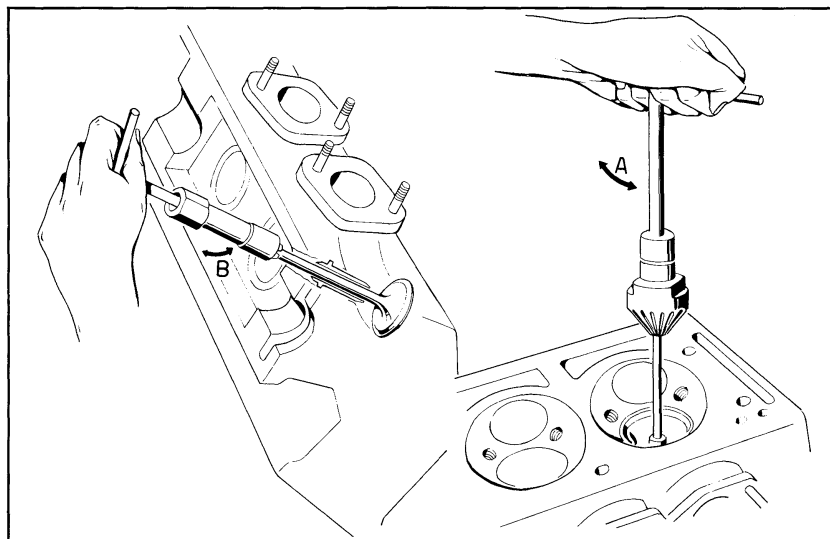

Fig. 73
Per eliminare tracce di carbone dalle camere di scoppio, dalle teste dei pistoni e dai condotti, non usare attrezzi appuntiti che potrebbero intaccare l'alluminio, ma adoperare solo tela smeriglio fine e paraffina. Se necessario, ritoccare la sede d'appoggio delle valvole usando un attrezzo per smerigliatura (A) e con le valvole smerigliare infine le sedi (B) (Fig. 73).
sharp tool to remove carbon deposit from the piston head, combustion chambers and manifolds as you might damage them. Use only very fine sand paper and paraffin. If necessary lap the valves using the proper lapping tool (A); with the valves, lap the seats (B) (Fig. 73).
Pour éliminer toute trace de carbone des chambres à explosion, des têtes des pistons et des conduits, ne pas se servir d'outils pointus qui risqueraient d'entailler l'aluminium. Se servir exclusivement de toile émeri fine et de paraffine. S'il y a lieu, retoucher le logement d'appui des soupapes en utilisant un outil à rodage (A) et avec les soupapes, roder les logements (B) (Fig. 73).